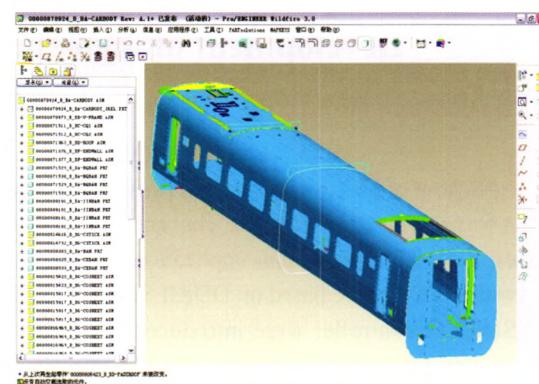

图6 发布后车体总体模型
(4) 审签通过后,三维设计数据即发布。全部子部位发布后,车体设计负责人将车体总体模型从 INTRALINK 系统中检出,在 Pro/ENGINEER 中更新,完成后检入到 INTRALINK 系统中,通过审签后发布,如图 6 所示。